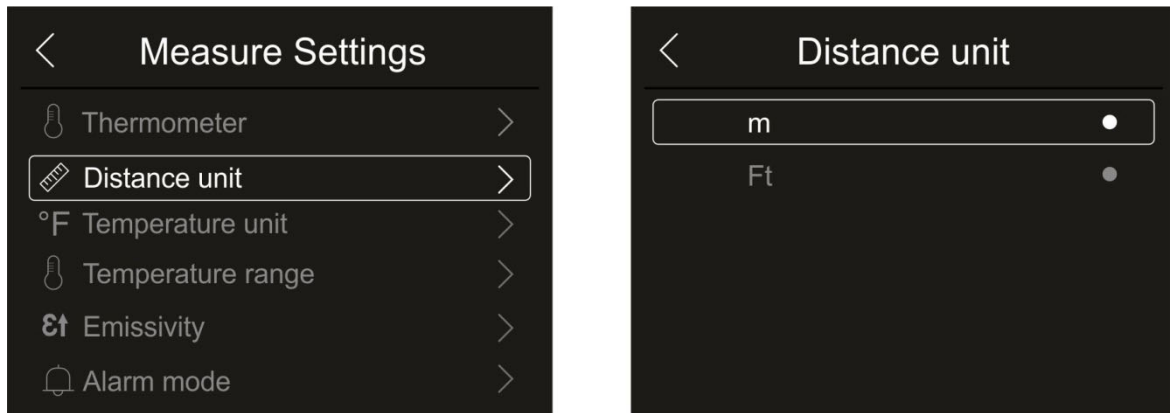

Abb. 22: Menü Einstellung der Messeinheit des Abstands
1. Berühren Sie “ Distance unit ” zur Einstellung der Messeinheit des Abstands. Die Abb. 22 – rechte Seite erscheint im Display: